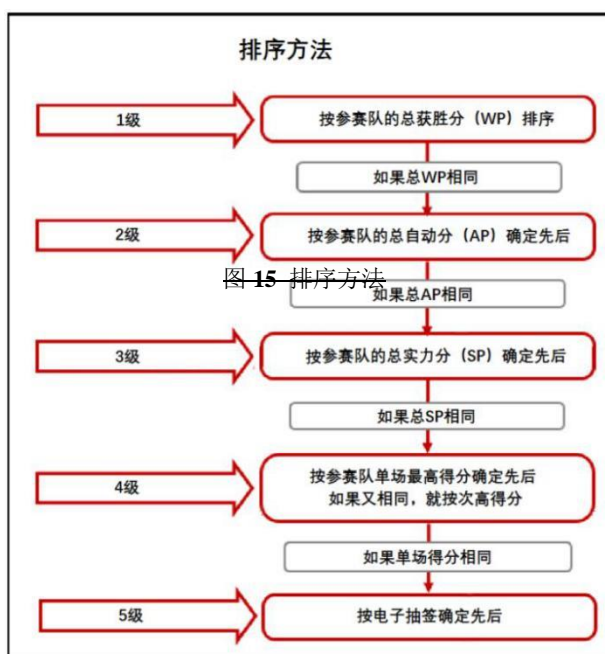

图 15 排序方法
6.3.1 初赛的主要目的是给参赛队排序。排序的主要依据是各场初赛中参赛队得到的总获胜分 WP、总自动分 AP 和总实力分 SP，流程见图 15。